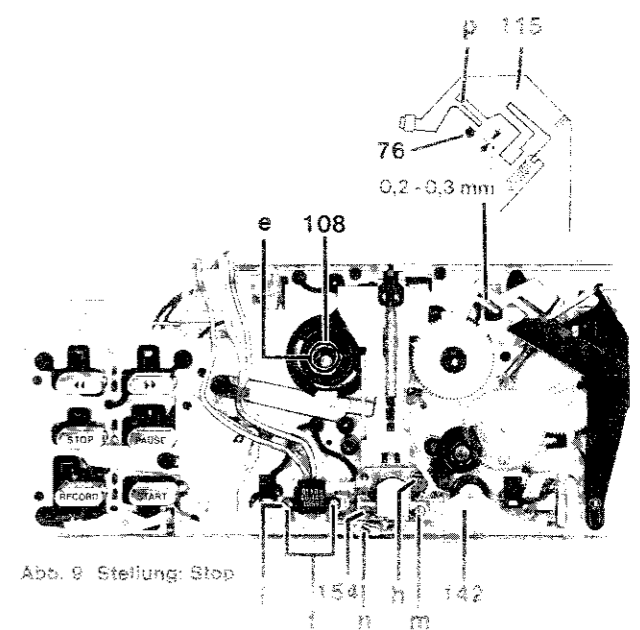

Abb. 9 Stellung: Stop
8. AW-Kopfspalt-Senkrechtstellung (Abb. 9)
10. Zählwerkriemen wechseln (Abb. 9)
16. Mechanische Justage (Abb. 9)
16.2 Alle Funktionen gelöst (Abb. 9)